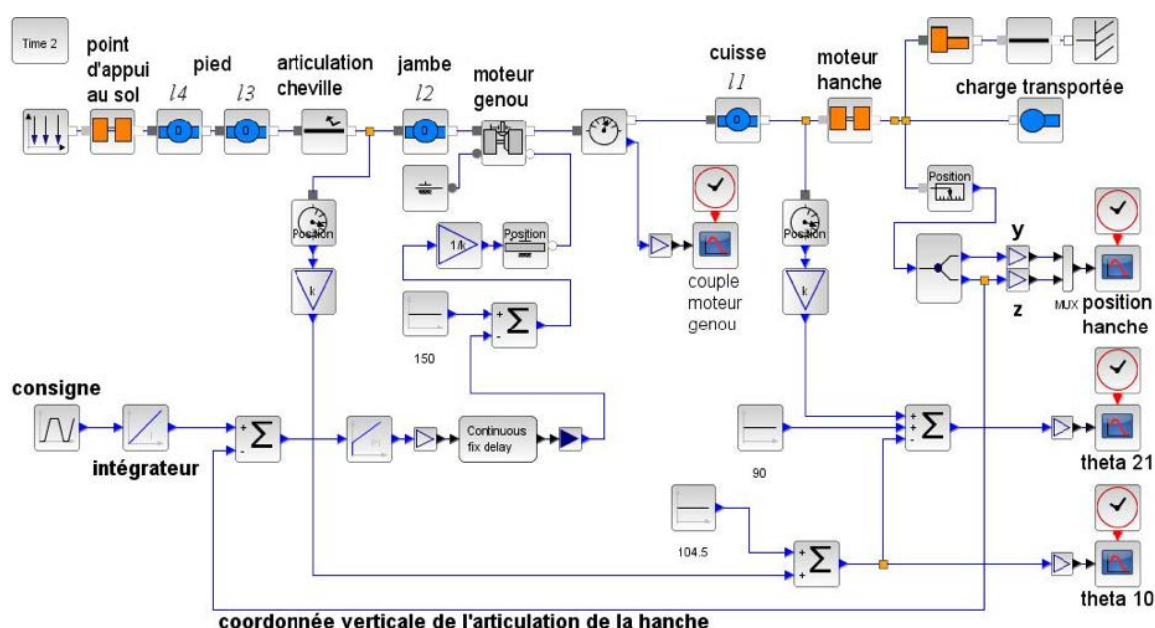

Figure 3 – Modèle multiphysique de l'exosquelette
Les moteurs au niveau de l'articulation de la hanche permettent de modifier l'inclinaison de la charge afin d'éviter un basculement autour de son axe de tangage. Une centrale inertielle est utilisée à cet effet. Un modèle multiphysique de l'exosquelette est représenté figure 3.
- Question 6** Déterminer la grandeur physique de la consigne et la grandeur physique asservie à partir du modèle multiphysique présenté figure 3 et préciser leurs unités de base dans le système international d'unités (SI).